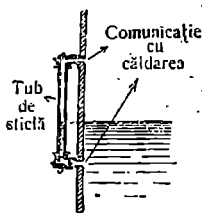

Fig. 7
5. *Două indicatoare de nivel pentru apă*, independente unul de altul și așezate bine în vederea focistului, unul din aceste aparate este prevăzut cu un tub de sticlă, (Fig. 7) dispus